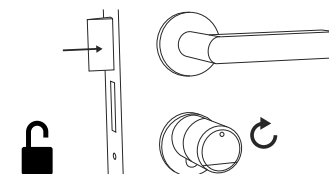
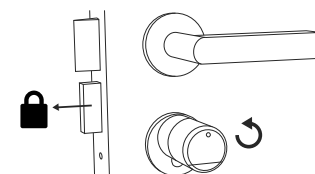

Fig. 9
Fig. 10
- 3 Si la huella dactilar introducida es correcta, se iluminará el símbolo de estado del cilindro (⊙) y podrá abrir (Fig. 9) o cerrar (Fig. 10) la puerta.